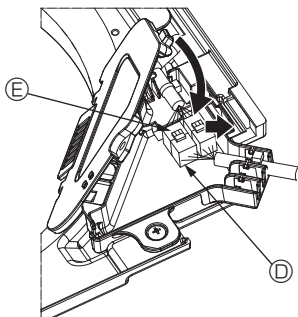

Fig. 5-10
- ③ Depois de colocar os fios na caixa de conexão, feche a tampa da caixa. Certifique-se de que os fios não ficam trilhados. (Fig. 5-10)